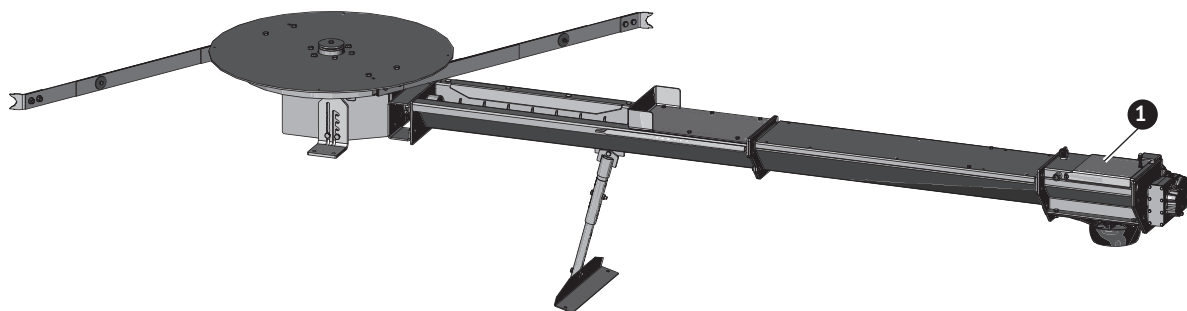

Fig. 144 Montare l'unità di trasferimento comprensiva di motore sul prelievo dal magazzino
- Dopo aver ingrassato il raccordo alla coclea e aver applicato il nastro isolante, montare l'unità di trasferimento comprensiva di motore [1] sul prelievo dal magazzino (vedere anche le istruzioni di montaggio al punto 13.10 a pagina 54) – Fig. 144.